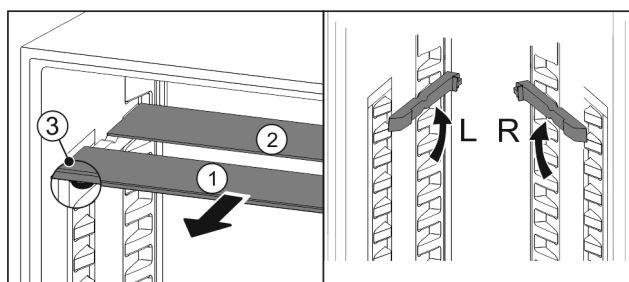

Fig. 55
- Izvucite Fig. 55 (1) staklene ploče jednu po jednu prema naprijed.
- Staklena ploča Fig. 55 (1) s ukrasnom letvicom nalazi se sprijeda.
- Zaustavljači Fig. 55 (3) su usmjereni prema dolje.